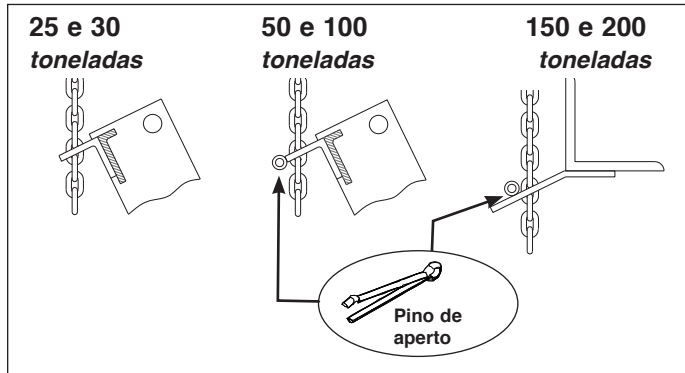

Figura 6. Colocación del gancho de elevación en la cadena
- Deslize a corrente no gancho de elevação na mesa da prensa, como mostrado na figura 6. Instale o pino de aperto (apenas para os modelos de 50, 100, 150 e 200 toneladas).